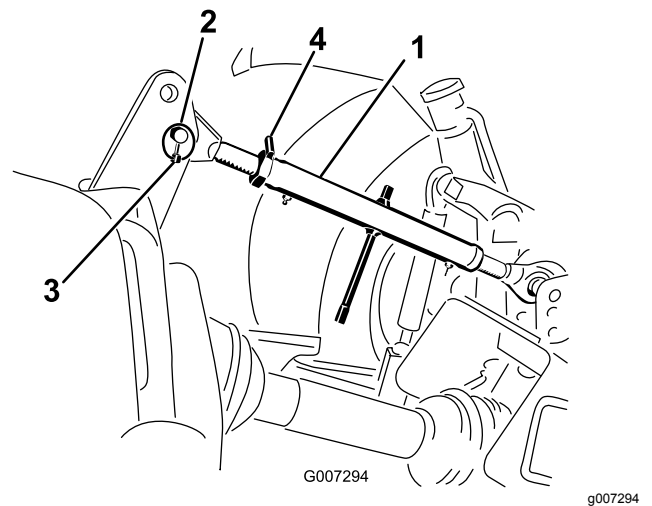

図 8
1. ブラケットの下穴に上リンクを接続して、リンクピンとリンチピンで固定する 図 8。
3. 上リンクを回してリンクを締める。エアレータのフレームの前面が水平線に対して 90 度になるように調整する 図 8。